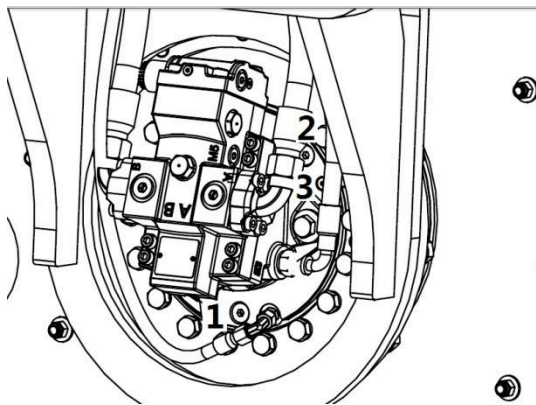

Рис. 3-32 Замена смазочного масла колесного редуктора
6. Замена смазочного масла колесного редуктора (Рис. 3-32)